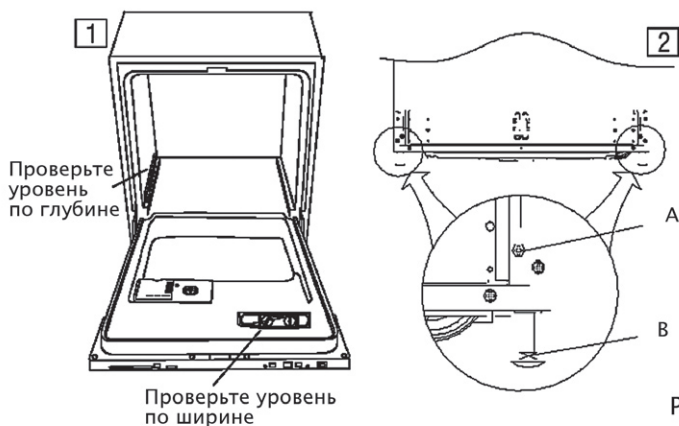

РИСУНОК 8
1. Положите уровень на дверцу и нижний рельс, (рис.8, зарисовка 1) чтобы выровнять машину.